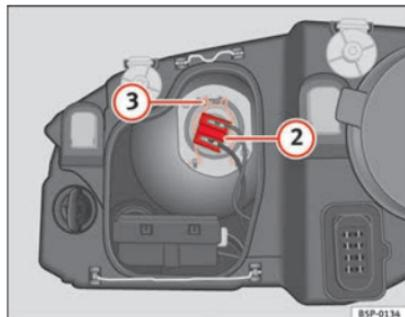

Fig. 191 Médios
- Retirar o conector ⇒ Fig. 191 ② da lâmpada.
- Desengate a mola de fixação ⇒ Fig. 191 ③ pressionando-a para dentro e para a direita.